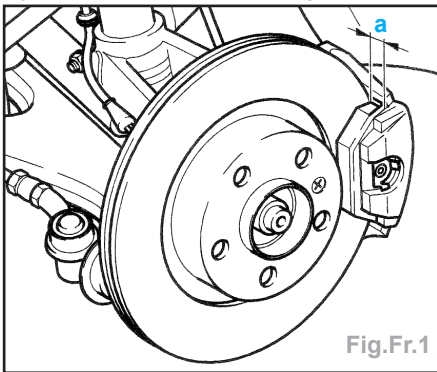

Fig.Fr.1
- (a) la limite d'usure est atteinte lorsque l'épaisseur de la plaquette est de **7 mm**, y compris la plaque AR (Fig.Fr.1).